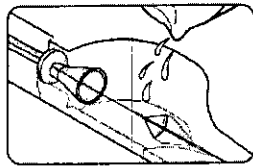
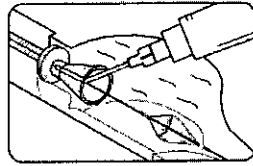
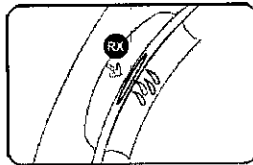

Figura 5
Figura 6
Figura 7
- Llenar la zona de la cavidad con solución salina isotónica heparinizada (figura 5) hasta que el elemento filtrante esté completamente sumergido (figura 6).
- Llenar la jeringa suministrada con solución salina isotónica heparinizada para lavar el catéter dispensador. Eliminar el aire de la jeringa. Introducir la punta de la jeringa en el centro del embudo de carga hasta encajarla en el diámetro interno del embudo (figura 6). • Irrigar hasta que se vea salir la solución salina isotónica heparinizada por el puerto de salida de intercambio rápido (figura 7).